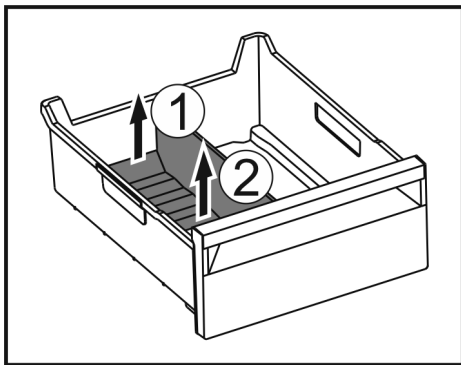

Fig. 211
- Sollevare la parte posteriore del divisore dello scomparto del ghiaccio. Fig. 211 (1)
- Rimuovere il divisore dello scomparto del ghiaccio verso l'alto. Fig. 211 (2)